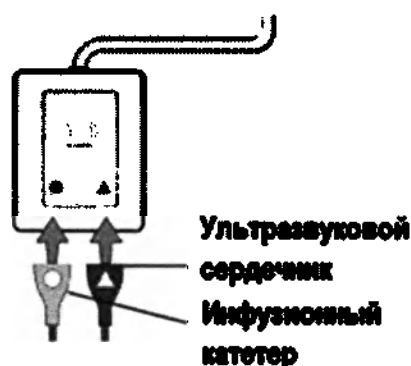

Рисунок 18. Схема подсоединения кабелей к устройству
3. Подсоедините ультразвуковой сердечник к соединительному интерфейсному кабелю (см. Рисунок 18).
4. Подсоедините инфузионный катетер к соединительному интерфейсному кабелю (см. Рисунок 18).